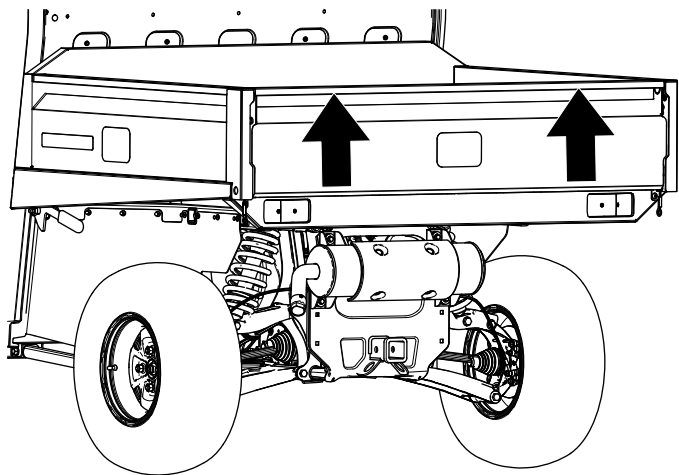

Figura 50
2. Eleve el portón trasero con las dos manos mediante el reborde cerca de la parte superior del portón trasero (Figura 50).